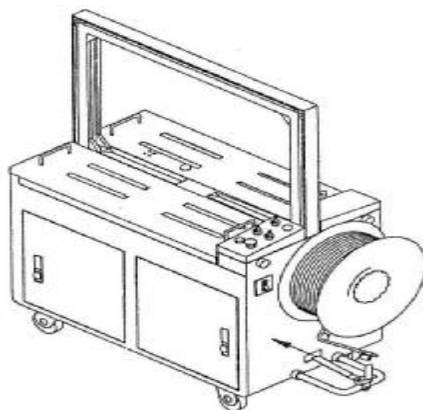

图4-2
2.1. 在带盘上按图 4-2 所示路线装上打包带，带头进入穿带座后，需将预送带机构中的哨形把手顺时针转下，使两个输带轮离开一个距离，带头才能穿过两个输带轮进入储带仓。用手拉住带头之后旋转控制面板中急停按钮开关，打包带自动充满储带仓。